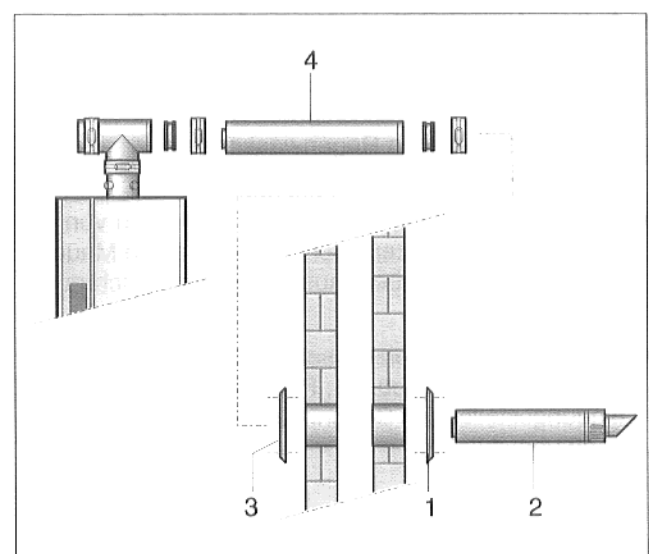

Abb. 11 Montage Mauerdurchführung
- Äußere Abdeckplatte (schwarz, Abb. 11, Pos. 1) an der Außenwand anschrauben und konzentrische, waagerechte Mauerdurchführung (Abb. 11, Pos. 2) bis Anschlag hindurchschieben. Die Luftzufuhr so ausrichten, daß kein Regenwasser eindringen kann.
- Innere Abdeckplatte (weiß, Abb. 11, Pos. 3) von innen über die konzentrische, waagerechte Mauerdurchführung schieben, ausrichten und anschrauben.
- Verbindung zum Heizkessel, eventuell mit konzentrischen Rohren (Abb. 11, Pos. 4), herstellen. Verbindungsstellen mit Silikonmanschette und Klemmband verschließen.